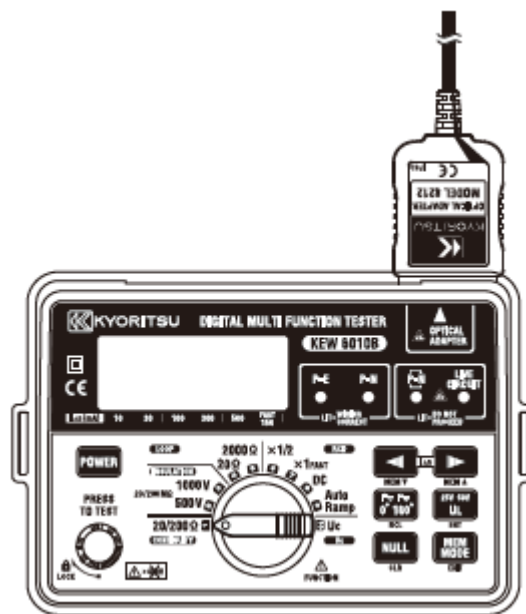

Fig. 14
- (1) Insérez fermement le connecteur femelle D-SUB 9Pin du MODEL 8212 dans la prise (mâle D-SUB 9Pin) du PC.
- (2) Insérez le MODEL 8212 dans la KEW 6010B comme illustré à la Fig. 14. Les fils d'essai doivent être retirées de la KEW 6010B à ce moment.
- (3) Mettez sous tension le KEW 6010B. (Toute fonction est OK.)
- (4) Démarrez le logiciel spécial "KEW Report" sur votre PC et réglez le port de communication.
- (5) Cliquez ensuite sur la commande "Download", et les données de KEW 6010B seront transférées sur votre PC.